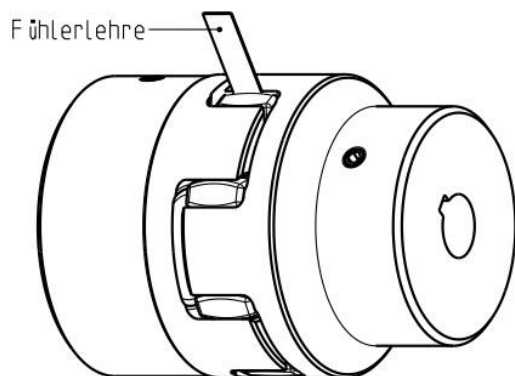

Abbildung 7: Verfahren mit Fühlerlehre
- **Stillstand:** Bei der Kontrolle im Stillstand kann eine Fühlerlehre eingesetzt werden, um den Spalt zwischen dem Zahnkranz und der Klaue an der Nabe zu prüfen, siehe Abbildung 7. Die Stärke der Fühlerlehre muss kleiner sein als die maximal erlaubten Verschleißwerte, die in der Tabelle 11 aufgeführt sind.